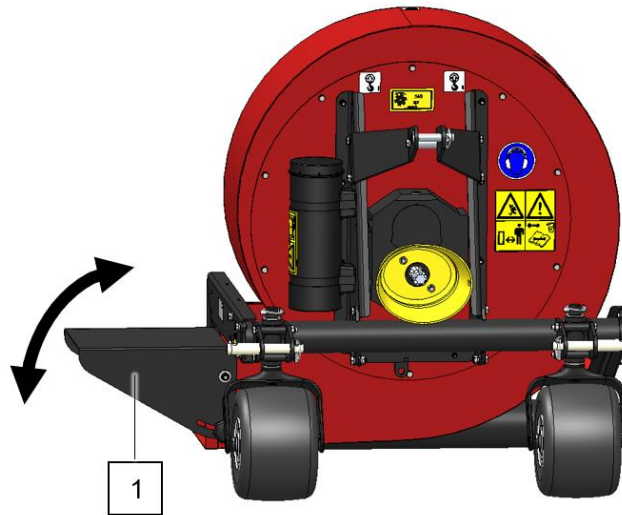

Abb. 9
Anstelle des Umkehrstutzens kann auch die mitgelieferte Auslassklappe verwendet werden (1). Im Gegensatz zum Umkehrstutzen ist nun nur noch auf einer Seite der Maschine ein Luftstrom möglich. Der Luftstrom in der vertikalen Ebene kann jedoch durch Einstellen der Auslassklappe reguliert werden (Abb. 9).